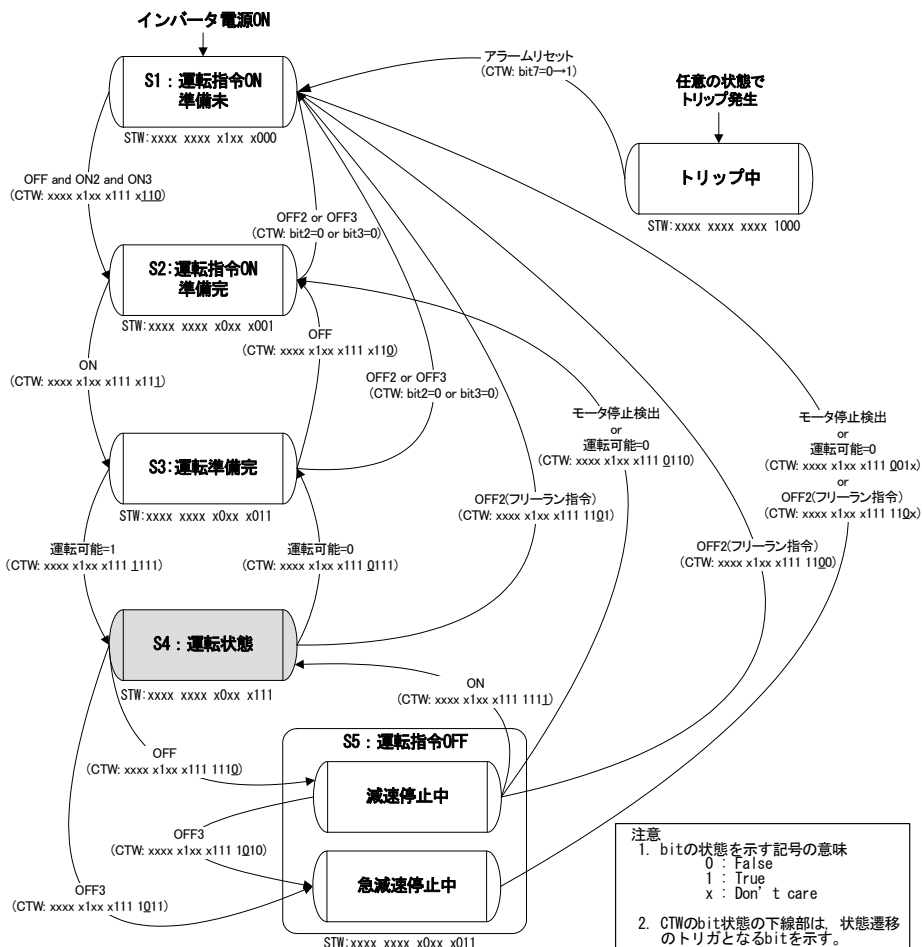

図 8.2 PROFIdrive の状態移行図
PROFIdrive の状態遷移条件については、次項「(2) STW(ステータスワード)」および図 8.2 を参照してください。
STW は PROFIdrive の状態遷移を表します。状態遷移については、図 8.2 を参照してください。
以下に PROFIdrive の状態遷移図を示します(図 8.2)。
**注意** 図 8.2 では、説明の簡単化のため CTW の bit4~6 および bit10 は常時 1 としています。これらの bit 値が 1 でないと状態遷移が正しくても、インバータは運転状態となりません。